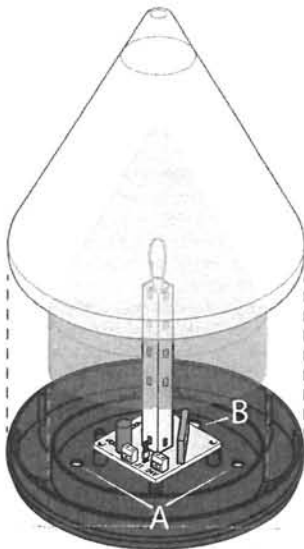

Fig. 2
- Collegare l'uscita antenna **"ANT"** al ricevitore (Det. D) con un cavo coassiale **RG58** (impedenza **50Ω**) lungo max. **15 m** passando attraverso uno dei fori prefondati **"B"** da **10 mm** fig. 2.
- Prepare holes in the container for the passage of the cables (indicated by the **6 mm** countersunk marks in the container base **"A"** fig. 2) and fasten it to the column.
- Wire the **"ANT"** aerial output (Det. D) to the receiver using a coaxial cable **RG58** (impedance **50Ω**) with a maximum length of **15 m** passing through the **10 mm** countersunk marks **"B"** in the container base fig. 2.
- Predisposer le boîtier pour le passage des câbles (en enfonceant la paroi qui couvre les trous de **6 mm** prévus à cet effet **"A"** fig. 2) et le fixer sur le pilier.
- Brancher le sortie antenne **"ANT"** au récepteur au moyen d'un câble coaxial **RG58** (impédance **50Ω**) d'une longueur maximale de **15 m** en passant à travers les trous de **10 mm** prévus à cet effet **"B"** fig. 2.
- Predisponer el contenedor para la fijación (actuando sobre los orificios de **6 mm** marcados **"A"** al fondo de la base fig. 2) y fijarlo en el pilar.
- Conectar la salida antena **"ANT"** al receptor con un cable coaxial **RG58** (impedancia **50Ω**) longitud máxima **15 m**, pasando a través los orificios de **10 mm** marcados **"B"** al fondo de la base fig. 2.
- Bereiten Sie das Gehäuse für die Anbringung vor (indem Sie auf die für die **6 mm** Löcher vorgestanzten Stellen „A“ auf dem Boden der Basis wirken **Abb. 2**) und befestigen Sie es am Pfeiler.